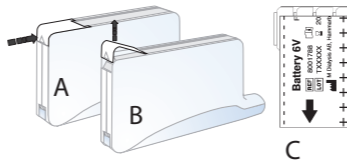

Fig. 2. A: Batterideksel lukket.
1. Åpne batteridekselet ved å trykke tommelen i pilens retning (se Fig. 2 A, B).